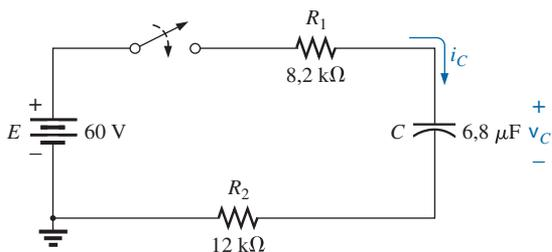

Figura 10.107 Problema 36.
36. Para o circuito na Figura 10.107: